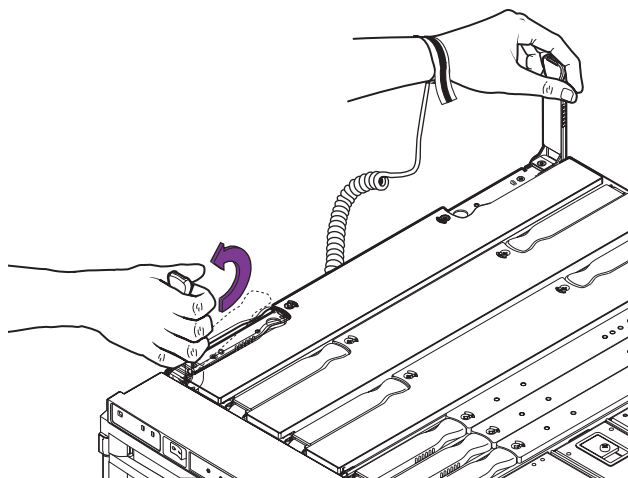

図 9-4 CPU/メモリーボードの取り外しレバーの引き起こし
9. 取り外しレバーを、ボードに対して 90 度になるまで両方同時に起こします (図 9-4)。